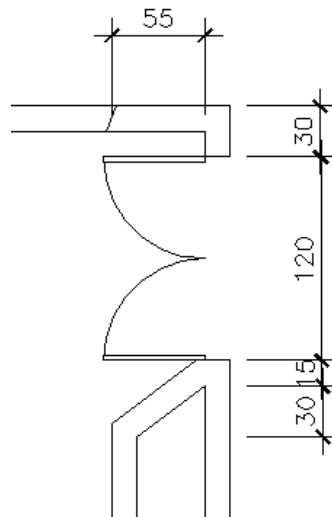

Figura 24 - Construção do Laboratório
18. Utilize o comando Offset  e defina 3 cm para o lado esquerdo e direito dessa linha mediana. Conforme figura 24
19. Utilize o comando offset  e defina 85.5 o comprimento de cada janela. Conforme figura 24
20. Trace uma linha  dividindo o segmento de 85.5 ao meio. Conforme figura 24
21. Utilize novamente o comando offset  e defina 5 cm e defina o limite de cada janela. Conforme figura 24